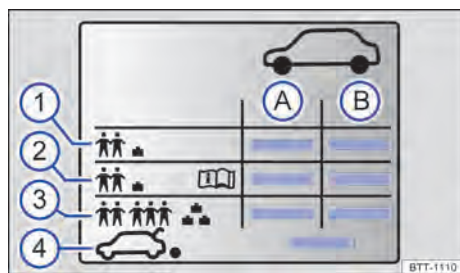

Fig. 211 Símbolos na etiqueta com as pressões dos pneus.
Indicações na etiqueta com as pressões dos pneus ⇒ **Fig. 211**:
Dependendo do veículo, a etiqueta com as pressões dos pneus pode ter uma pressão dos pneus de conforto ⇒ **Fig. 211** (2). A pressão dos pneus de